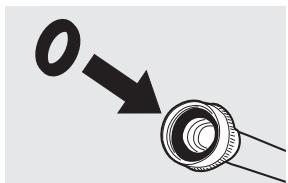

Fig. 2
- Assurez-vous que la rondelle en caoutchouc est bien en place sur les tuyaux d'admission. (Fig. 2).